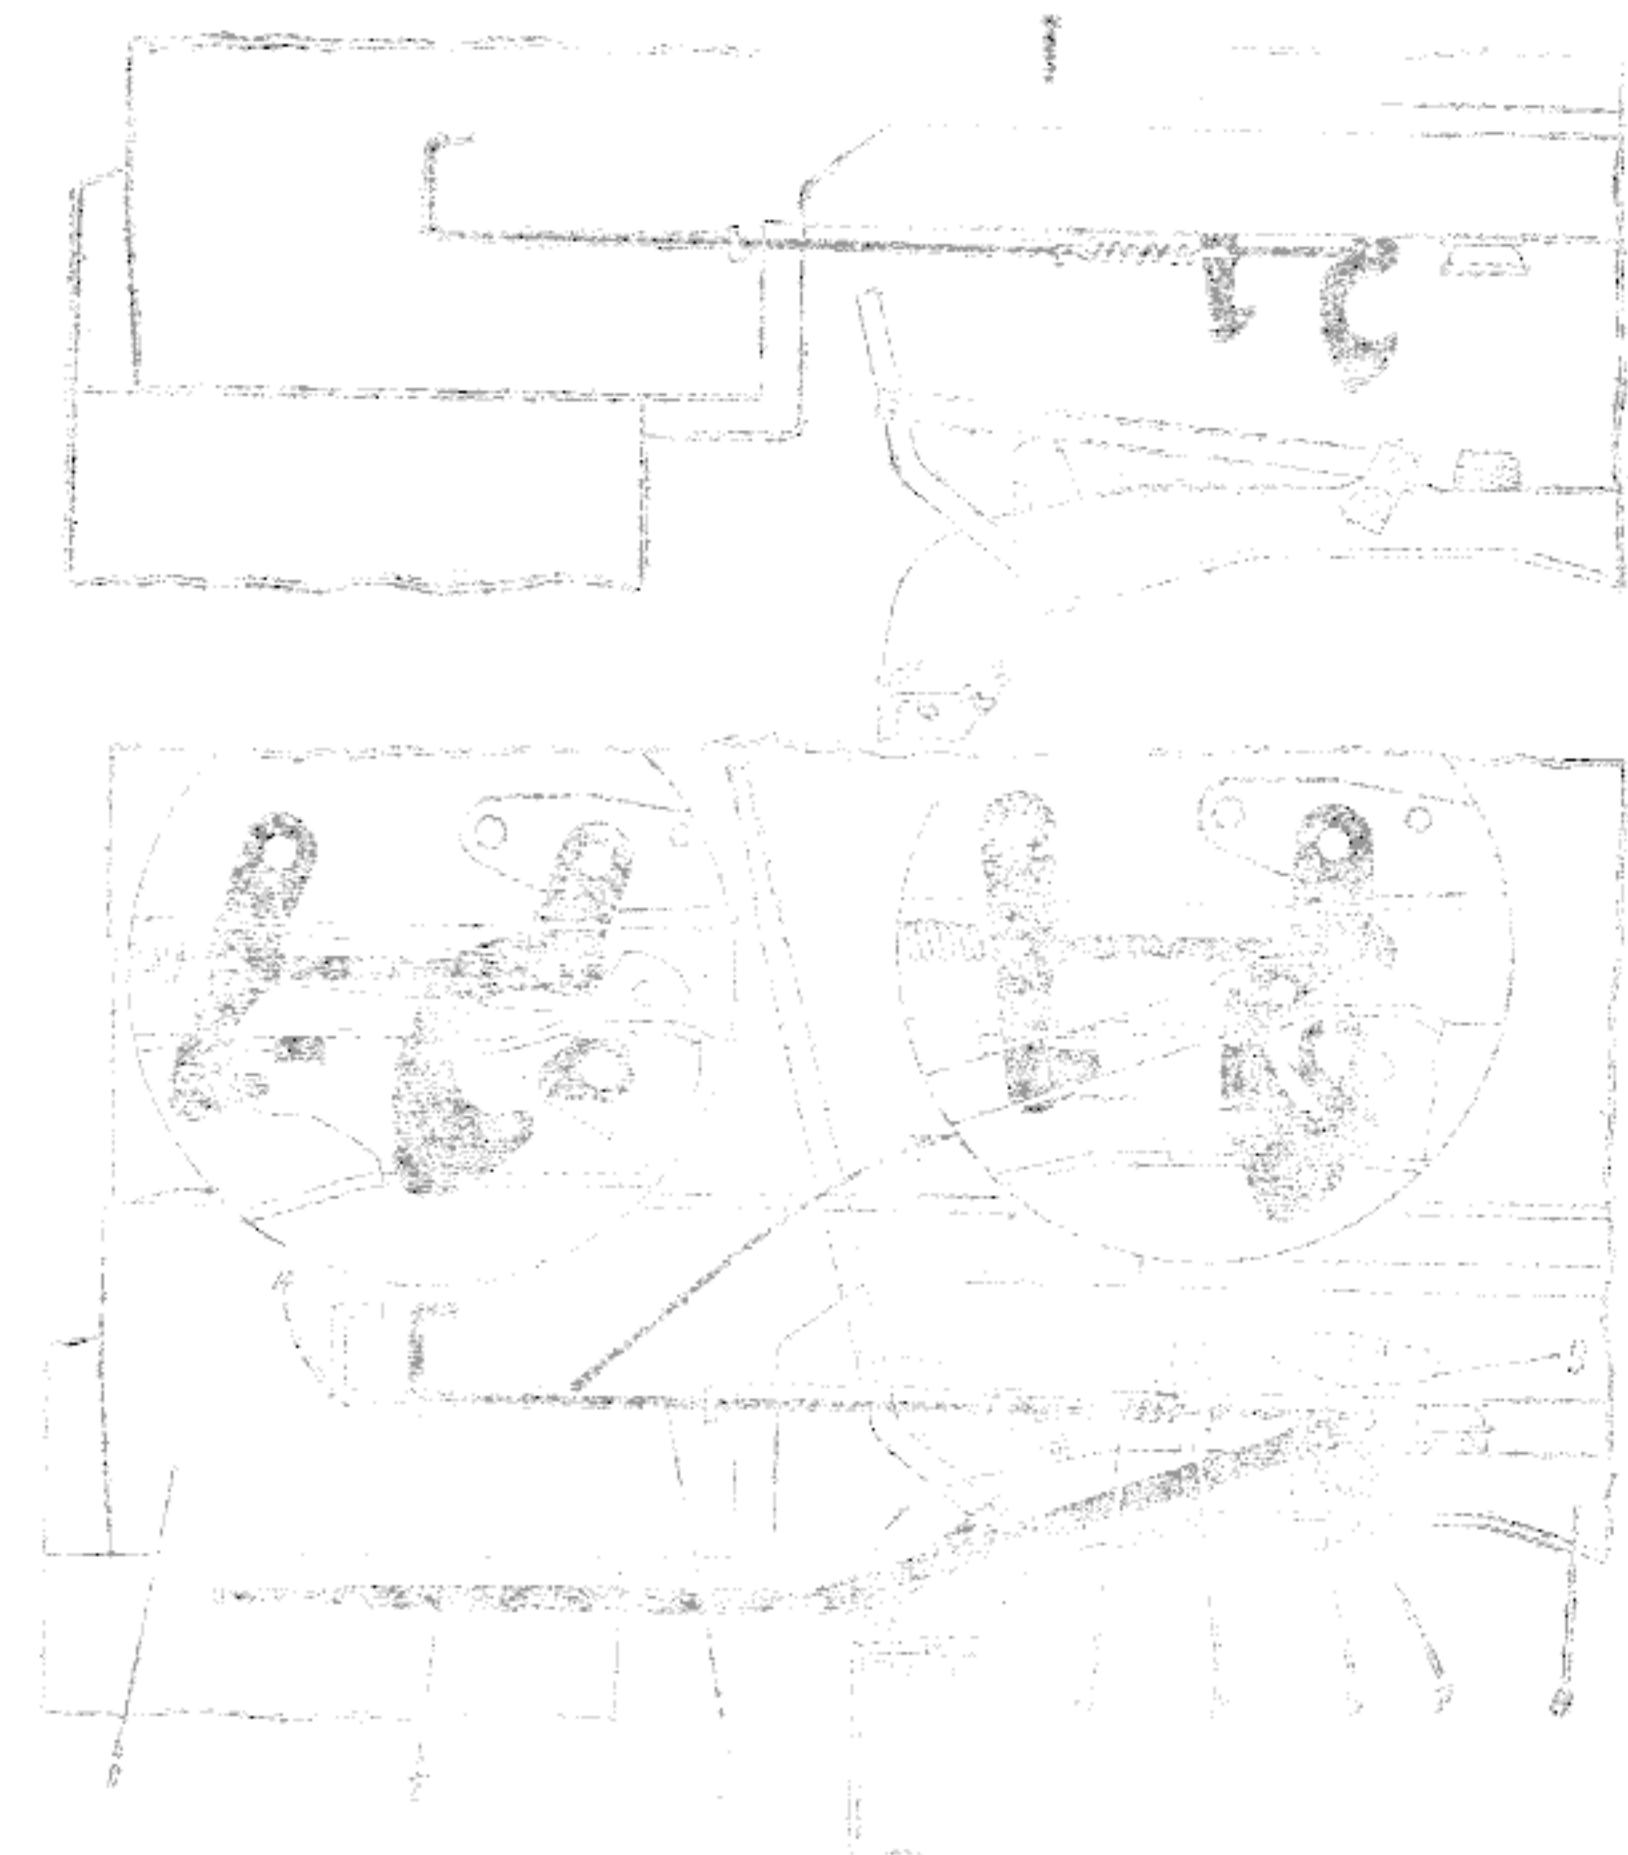

Рис. 70. Запорный механизм кабины.
В рабочем положении задняя часть кабины опирается на три резиновых буфера и закрепляется замком магнитного кулачкового типа. Запорный механизм состоит из поперечины 8 (рис. 70), закрепленной на раме, запорного 6 и предохранительного крюков, соединенных между собой тягой 3, которая служит для вывода крюка из зацепления с кулаком 7 и поперечиной 8. Закрывание кабины производится рычагом 2.
2. Опустить кабину до зацепления запорного крюка 6 (см. рис. 70) с кулачком 7 и предохранительного крюка 5 с поперечиной 8.